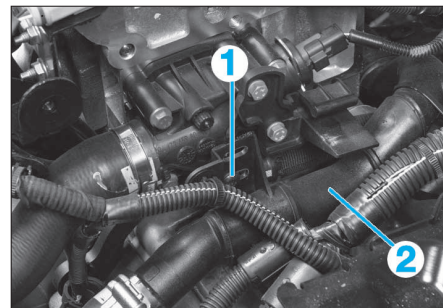

FIG. 13
- la vis (1) de fixation de la canalisation d'eau (2) sous le boîtier thermostat (Fig.13)